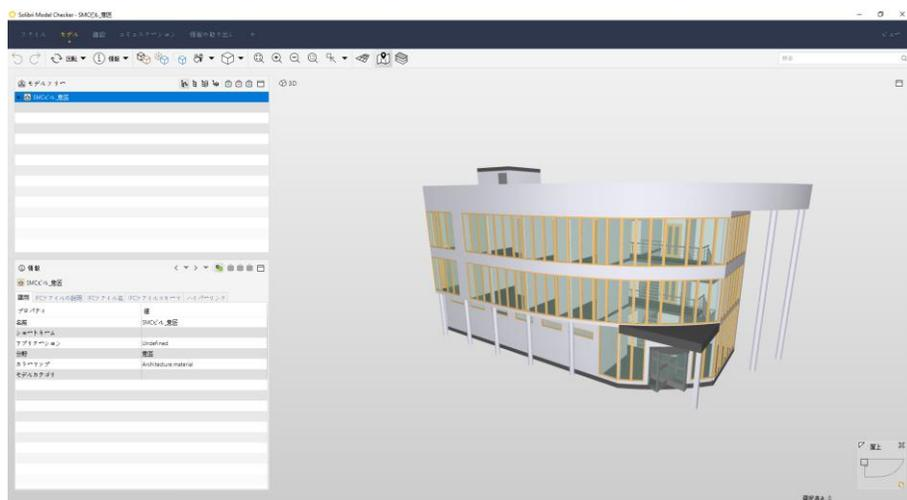

図 10. モデルの分野を確認
- 4) ファイルが開かれた後は、「モデル」レイアウトでモデルが表示されます。（図10を参照）